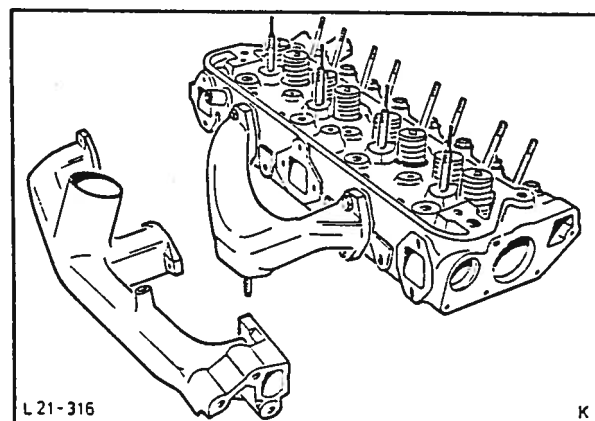
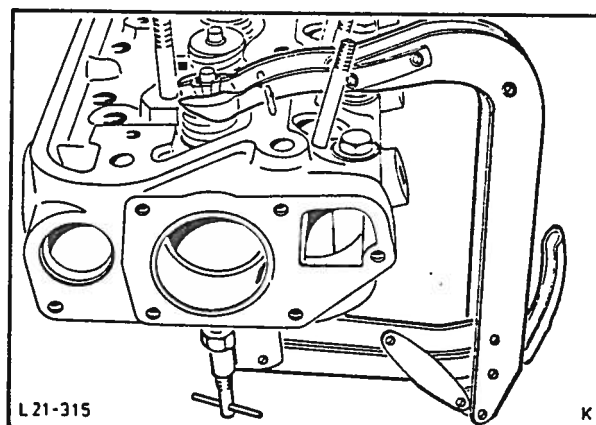

Fig. 120 Demontering av innsugning- og eksosmanifold.
Fig. 121 Press sammen ventildfjærene og ventiltallerknene, med ventildfjærklemmen.
3. Skru av innsugningsmanifold (6 bolter) og eksosmanifold (4 bolter), fig. 120.
4. Demonter temperatursenderen og tetningsdekslene (2) fra topplokket (6 bolter).
5. Press sammen ventildfjærene og ventiltallerknene med den vanlige ventildfjærklemmen og ta vekk ventillåsene, fig. 121.